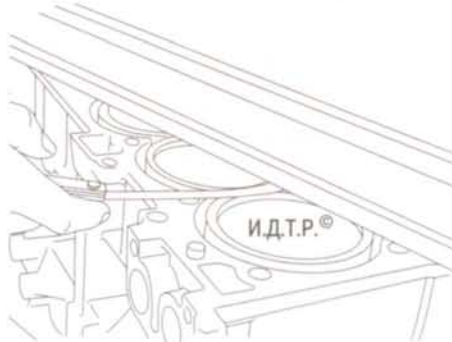

Рис. 5.28. Проверка плоскостности привалочной поверхности блока цилиндров двигателя
8. Проверьте отклонение от плоскостности привалочной поверхности блока цилиндров двигателя (рис. 5.28). Приложите штангенциркуль (или линейку) к поверхности: